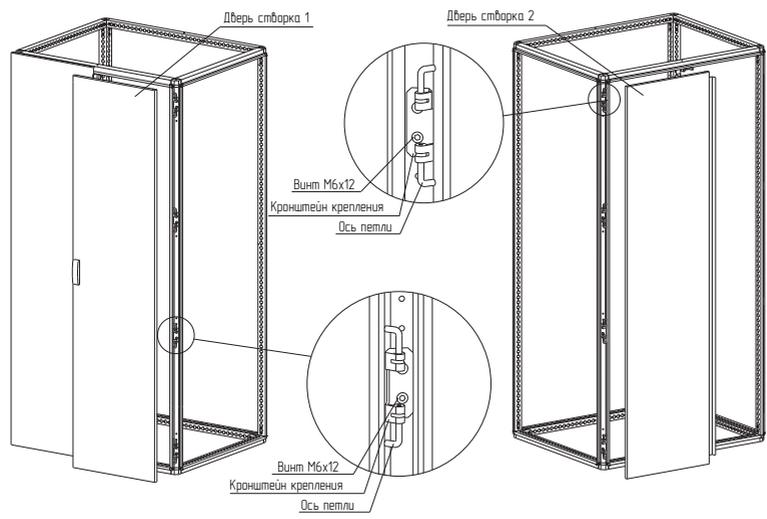

Рисунок 27
4.14.3 Закрепить петли на каркасе на левой и правой стойке (рисунок 27). Для крепления использовать винты М6×12. Момент затяжки – 7 Н·м.